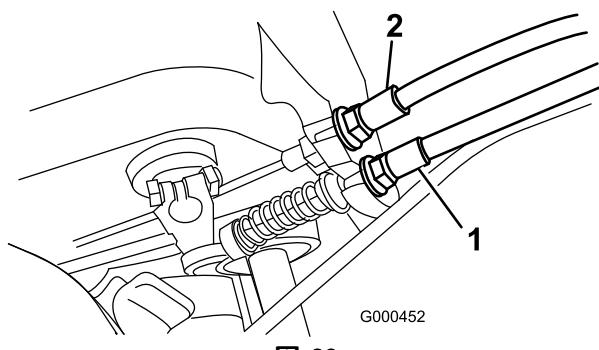

図 36
2. ブレーキ・ケーブルの前ジャム・ナットをゆるめ、後ジャム・ナット（図 36）を締めてケーブルの張りを出し、5.0～6.0 kgの力でブレーキが作動するようにする。力の計測はレバー・ノブの部分で行う。ブレーキ・バンドが締まりっぱなしにならないよう注意すること。